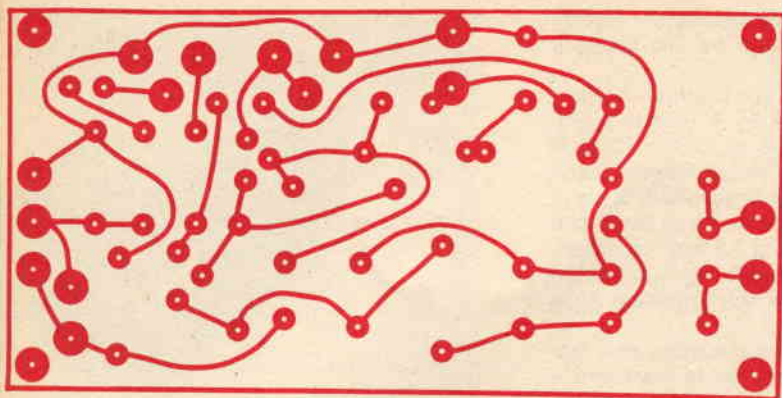

Fig. 2 - Disegno in grandezza naturale del circuito stampato.
*fig. 2* è uno dei più avanzati mezzi messi a punto nella lotta contro gli insetti. L'apparecchiatura si propone di produrre, ai fini diagnostici, tipi diversi di suoni, su una data area agricola. La parte elettronica di tale sistema è costituita da un laser all'elio-neon ad emissione continua, con il suo alimentatore, un otturatore a cella di Kerr ed una lente piezoelettrica multifocale. Questo apparecchio ha lo scopo di creare una serie di onde sonore o ultrasoniche (a radiofrequenza) ad una notevole distanza dal laser, focalizzando il raggio nell'aria libera. I laser ad alta energia producono plasma nei punti focali, fornendo la possibilità di generare impulsi sonori a frequenze e potenze diverse, in punti stabiliti, su una piantagione infestata da insetti. Gli ideatori sperano che questo metodo sortirà il suo effetto, apportando cambiamenti nel comportamento e nelle abitudini di volo degli insetti. I principali problemi che si presentano con il progetto laser riguardano la precisa localizzazione a grande distanza del fuoco del raggio laser monocromatico emesso.
Fig. 2 - Il generatore di campo a laser è uno dei più moderni metodi per il controllo degli insetti in spostamento (a); il fenomeno del plasma generato nei punti focali (b); installazione del cannone laser (c).
struito secondo il disegno riportato nella fig. 2 ed i componenti disposti seguendo la fig. 3. Parecchi metodi possono essere adottati per la costruzione meccanica; occorre innanzi tutto un telaio ad U con parte superiore inclinata, grande e robusto abbastanza in quanto deve sopportare il peso del piede di chi usa lo strumento. Un pedale di legno, incernierato nella parte più bassa del telaio mediante due lunghe viti da legno, forma la parte superiore dell'insieme. Una molla d'acciaio fa ritornare il pedale in alto quando il piede viene sollevato. Sotto il pedale di legno è sistemata una ma-